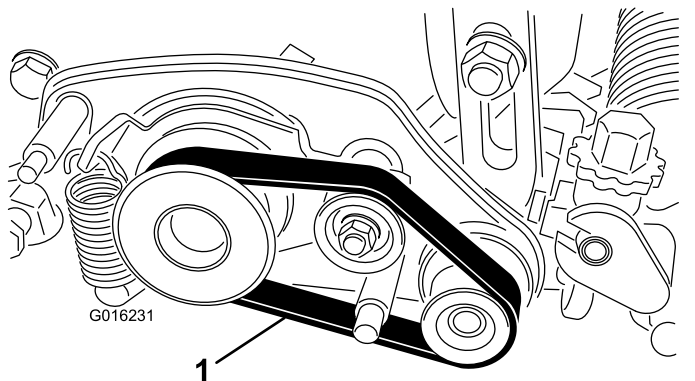

Figura 17
- Encaminhe a correia na polia da transmissão, polia intermédia e polia acionada, como se mostra na **Figura 17**.